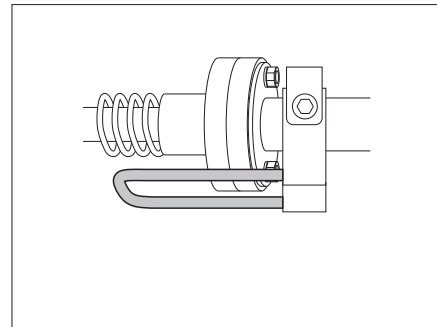

Bild 148 Sicherungshebel in Stellung gesichert
► Vor der Benutzung des Bettes prüfen, ob sich der Sicherungshebel in der gesicherten Position befindet (Bild 148).
- Sicherungshebel in die gesicherte Position stellen (Bild 148).